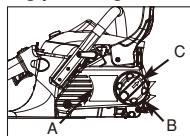

Bild. 3B
Uhrzeigersinn, um die Kettenspannung herabzusetzen. (Bild. 3B)
4. Um die Kettenradsabdeckung (A) zu entfernen, drehen Sie den Knauf (B) entgegen dem Uhrzeigersinn. (Bild. 3B)